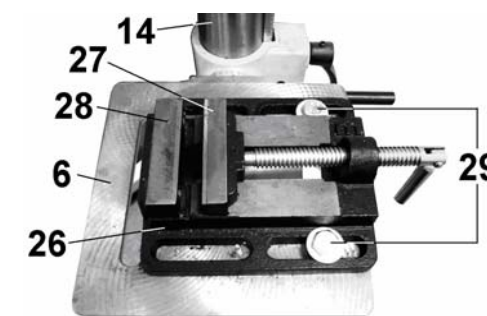

Рис. 5
9.9. Установите на рабочий стол (6) тиски (26) и зафиксируйте их положение специальными болтами (29), Рис.5, (не комплектуются).